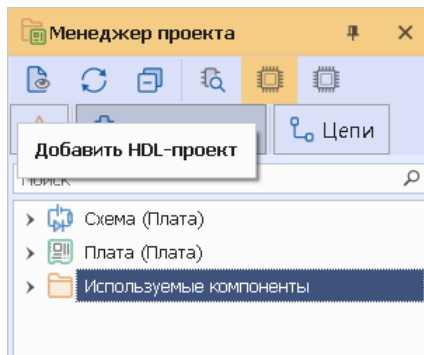

Рис. 11 Добавление HDL-проекта из панели
2. На панели инструментов нажмите кнопку , см. Рис. 11.